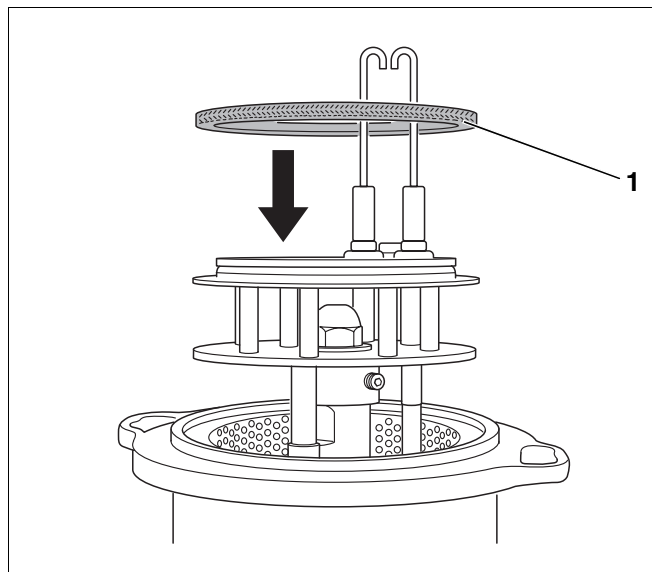

Рис. 40 Установка уплотнения у горелок мощностью от 55 до 68 кВт
- Уплотнение (рис. 40, **поз. 1**) установить сначала на смесительную систему.